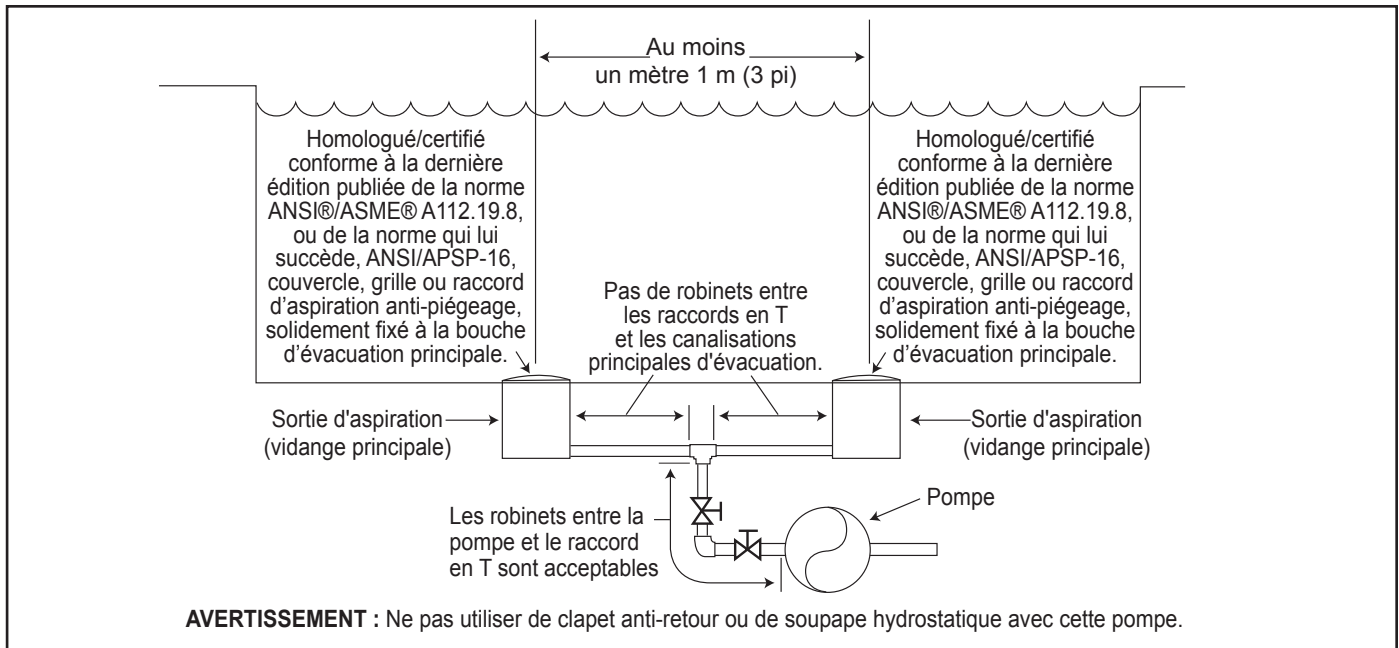

Figure 1. Nombre de sorties d'aspiration par pompe
Nombre de bouches d'aspiration par pompe - Fournir au moins deux (2) bouches d'aspiration hydrauliquement équilibrées, avec couvercles, en guise de bouches d'aspiration pour chaque conduite d'aspiration de pompe de circulation. Les centres des bouches d'aspiration sur toute conduite d'aspiration doivent être à au moins un (1) mètre (3 pi) l'une de l'autre, de centre en centre. Voir Figure 1.
Le système **doit** être conçu pour comprendre au moins deux bouches d'aspiration (drains) connectées à la pompe chaque fois que la pompe fonctionne. Cependant, si deux (2) bouches d'aspiration aboutissent à une seule conduite d'aspiration, cette dernière peut être équipée d'un robinet qui coupera les deux bouches d'aspiration de la pompe. Le système doit être conçu de manière à ne pas permettre une fermeture ou un isolement distinct ou indépendant de chaque drain. Voir la Figure 1.
Suivant les indications de la Figure 1, une vitesse pré-réglée « ☆ » est assignée au dispositif eStar. Par conséquent, il est prévu d'assigner une vitesse de rendement optimum de filtration, comme déterminé par l'installateur.